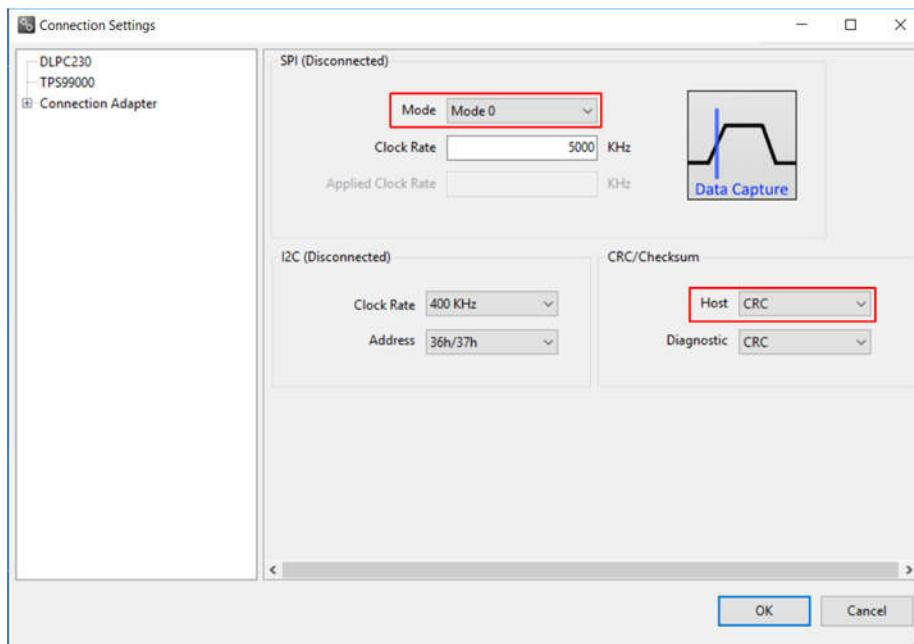

図 2-3. DLPC230-Q1 車載制御プログラムの通信設定
- 「Connection Settings」(接続設定)を選択して、図 2-3 に示す SPI 構成が、表 1-3 に記載されているコントローラ PCB スイッチ設定と一致していることを確認します。特に、SPI モードおよび CRC/ チェックサムは、スイッチの設定によって異なる場合があります。設定が完了したら「OK」を押します。